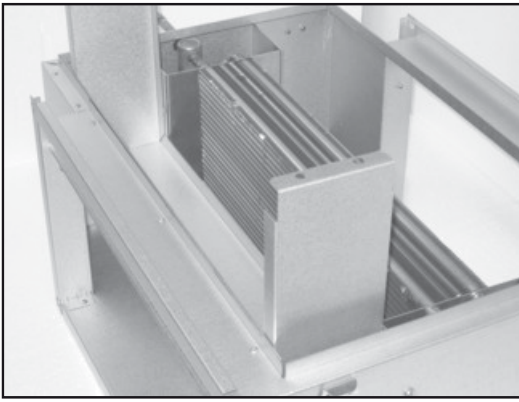

Рис. 4
- 4) установите держатель каплеуловителя за теплообменником по ходу воздуха (рис. 4);